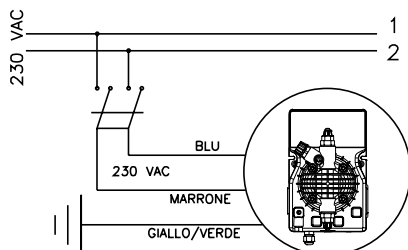

Fig. 3
b.- Todas as nossas bombas dosadoras eletromagnéticas são monofásicas 230 V - 50/60 Hz (Fig. 3).